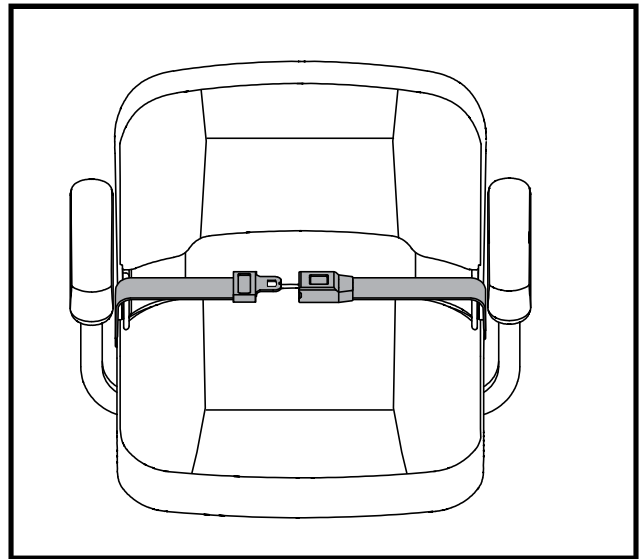

Figura 24. Cinture di sicurezza - Cintura di sicurezza con aggancio metallico
1. Inserire il gancio metallico del lato destro della cintura nella chiusura di plastica al lato opposto spingendo fino a sentire un “click”. **Vedere figura 24.**